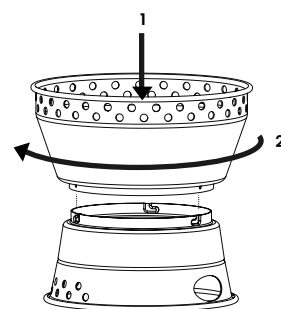

Fig. 2
- Anbring stormkøkkenets base (14) på et horisontalt og stabilt underlag af brandsikkert materiale. Før fremspringene på vindskærmens skørt (5) ind i de L-formede riller, og drej vindskærmen, indtil den er låst (Fig. 2).